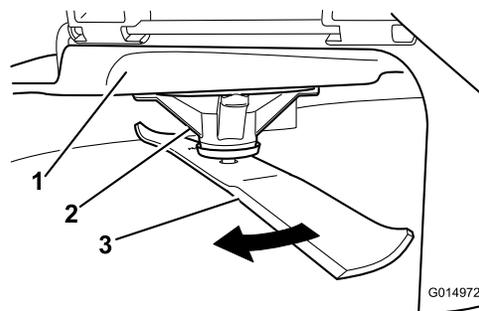

Bild 102
2. Tragen Sie dicke Handschuhe oder andere angemessene Handschuhe und drehen Sie das Messer langsam in eine Stellung, in der das Messen des Abstands zwischen der Schnittkante und der ebenen Fläche der Maschine möglich ist (Bild 102).